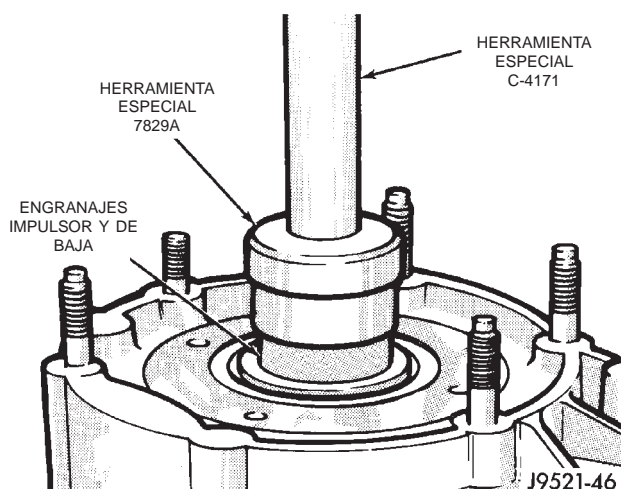

Fig. 41 Desmontaje del conjunto de engranaje impulsor y de baja
(4) Retire el conjunto de engranaje impulsor/de baja del cojinete con la herramienta mango C-4171 y la herramienta 7829A (Fig. 41).